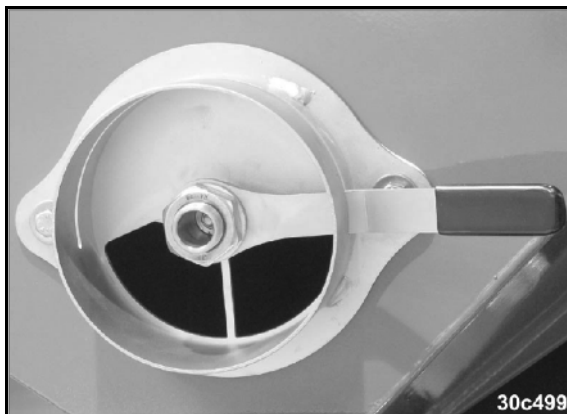

Рис. 120
- Откройте клапан для выгрузки остатков повернув рукоятку (Рис. 120/1).
- Закройте клапан для выгрузки остатков (Рис. 120) и закрепите лотки для установки сеялки на норму высева в транспортном креплении.